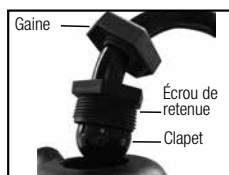

Figure 2
3) Débranchez le bras de raccordement du dessus de l'assemblage de pompe (voir la section couvrant Installer la poignée de pompe). (figure 2).